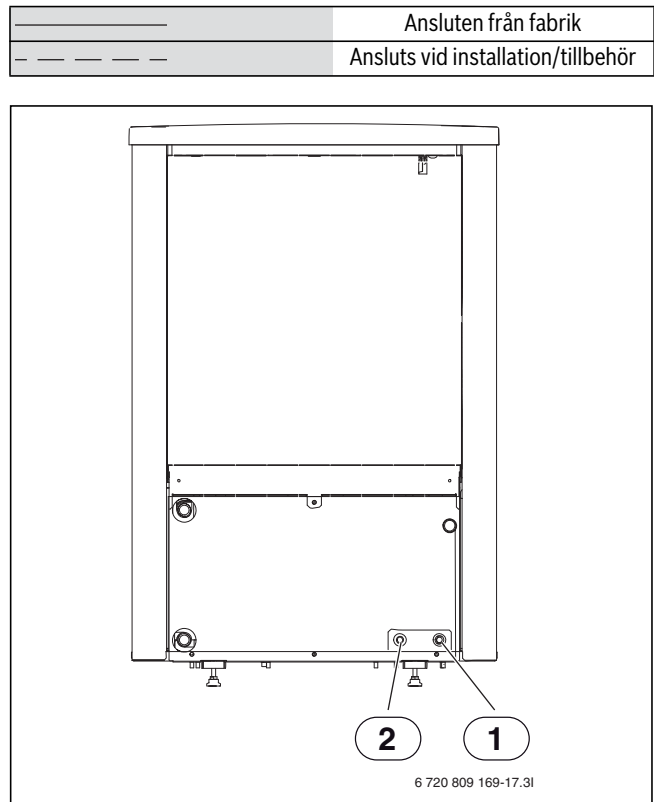

Bild 17 Kabelkanaler baksida värmepump
- Led anslutningskablarna genom kabelkanalerna (→ [1] och [2], bild 17 och 18). Använd dragfjäder vid behov.